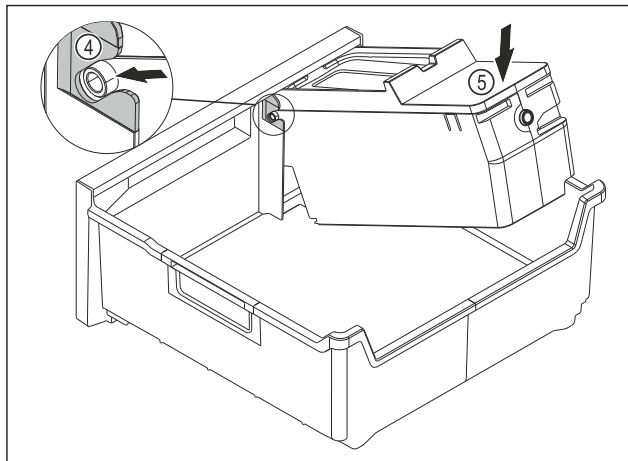

Fig. 140
- ▶ Montáž korpusu EasyTwist-Ice: Osy korpusu EasyTwist-Ice zasuňte do vedení Fig. 140 (4).
- ▶ Stlačte korpus EasyTwist-Ice Fig. 140 (5) vzadu dolů.